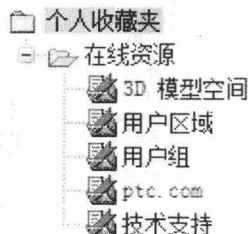

图 1-12 收藏夹
- (3) 【收藏夹】可以打开收藏的网页等，如图 1-12 所示。